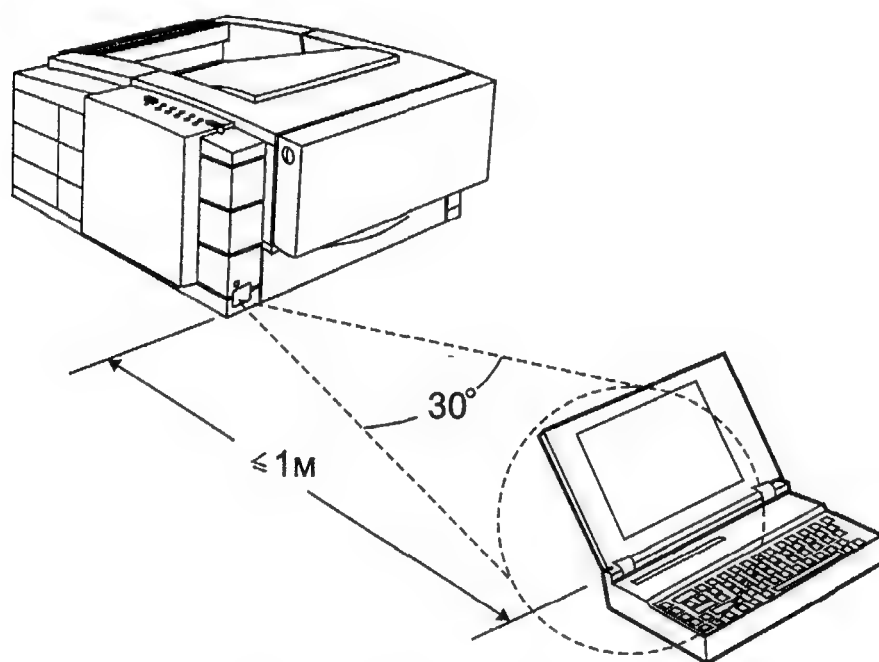

Рис. 2.16. Печать с использованием инфракрасного порта
Инфракрасный (IR) порт принтера представляет собой темное окошко, расположенное в левом нижнем углу принтера (см. рис. 2.16). Этот порт соответствует техническим требованиям, определяемым Ассоциацией изготовителей инфракрасного оборудования для передачи данных (IrDA)